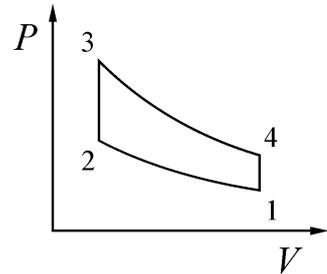

図2
(4) 1 mol の理想気体について、オットーサイクルの PV 線図を図2に示す。図中の数字は、サイクルにおける温度 T 、圧力 P 、体積 V の添え字に対応する。ただし、気体の比熱比を κ とする。